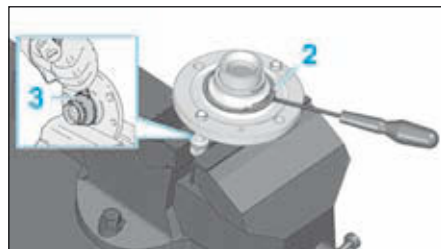

FIG.30
- Reposer deux vis de roue sur le moyeu et placer le moyeu dans un étau (Fig.30).
- Déposer le cache-poussière (2) du roulement.
- Ecarter, à l'aide d'un burin la cage intérieure (3) du roulement.